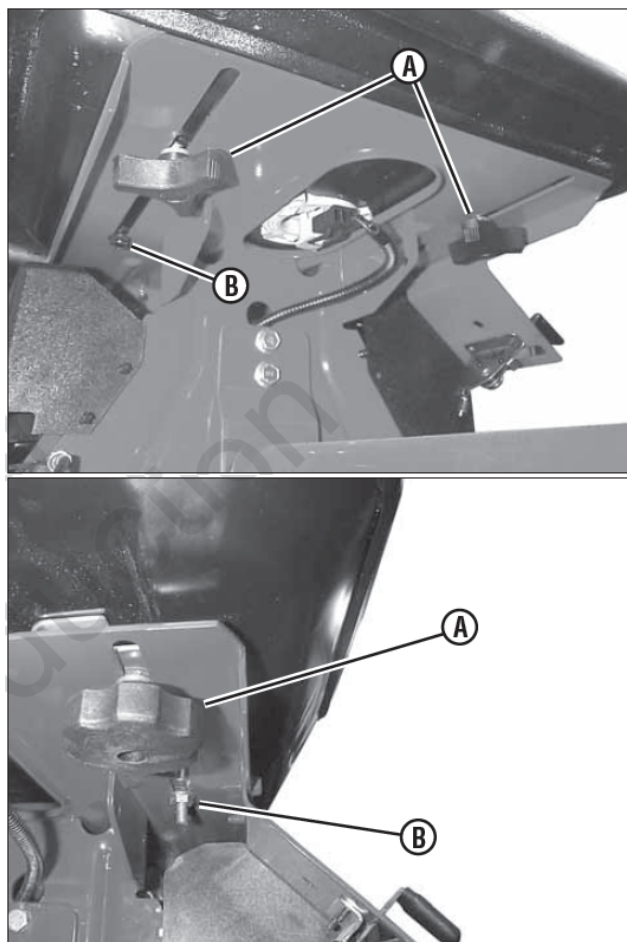

Рис. 3. Регулировка сидения оператора
- 4) Отрегулируйте сидение (А, рис. 3) в наиболее удобное для себя положение. Обратитесь к разделу «Регулировка сидения оператора».
1. Двигатель должен быть заглушен. Ослабьте две регулировочные гайки (В, рис. 3) и подвиньте сидение в желаемое положение. После регулировки плотно затяните гайки.
ПРИМЕЧАНИЕ: Если сидение не двигается после ослабления регулировочных гаек, возможно, потребуется ослабить ограничительные болты 5/16" или шестигранные гайки (С), расположенные под задней частью сидения. См. рис. 3.